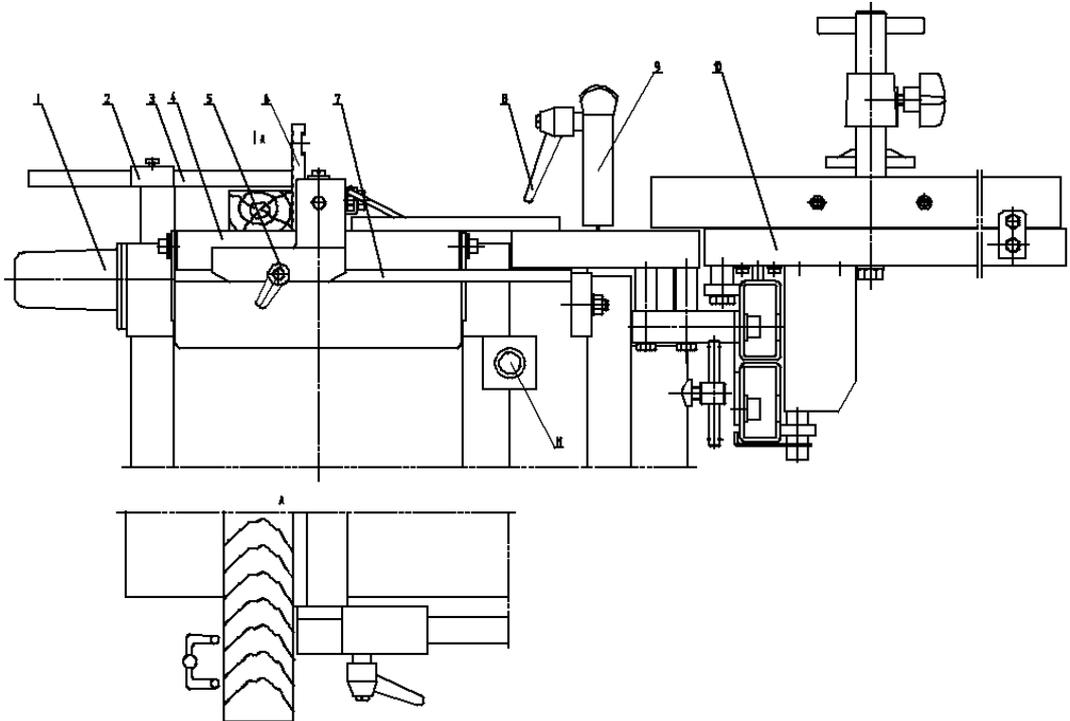

Рис.9
Строгание поверхности (Рис.9)
Предупреждение: Поверните гладкую поверхность направляющей 7 влево (Рис.9) для демонтажа пилы, сверла и кожуха фрезы. Установите кожух пилы и крышку вала. Переведите кнопку 1 в положение R (Рис.14).
- Оператор во время работы занимает положение, указанное на Рис. 9.
- В случае внезапной неполадки или несчастного случая нажмите кнопку E (11).
- Выньте сверло и пильное полотно (диск), установите кожух шпинделя 1 и крышку 9 (Рис.9)
- Снимите лезвие пилы, поставьте крышку 9, как показано на Рис. 9. Закройте вал направляющей 3.
- Снимите кожух вала 1 (Рис.9).